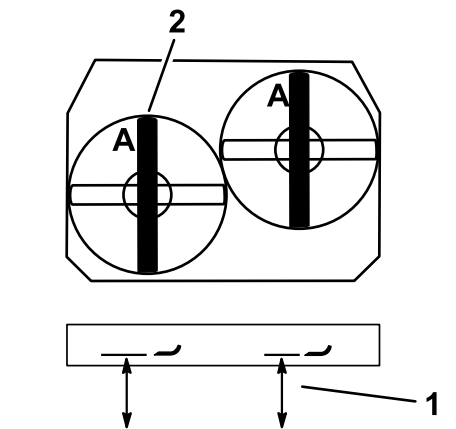

Figura 73
2. Mida desde una superficie nivelada hasta el filo de corte, posición A, de las cuchillas (Figura 73).